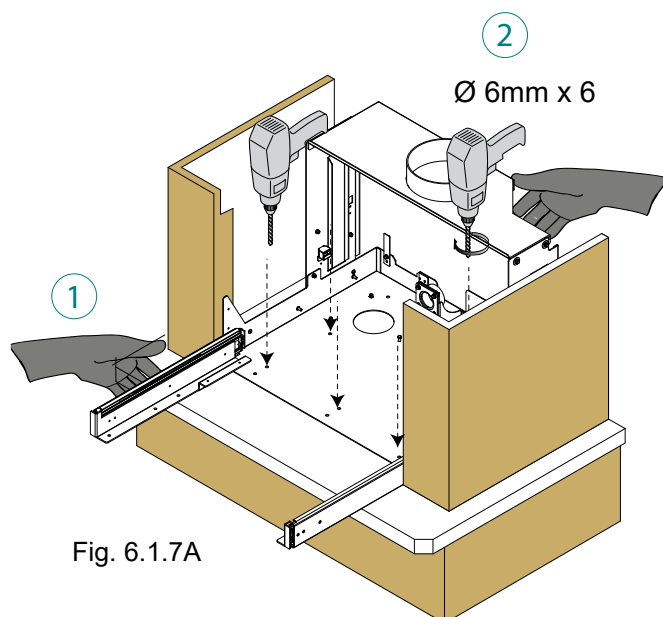

Fig. 6.1.7A
12. Apoyar la bancada en el plano de la chimenea (1), marcar y realizar 4 agujeros $\varnothing 6$ para la fijación (2) - usar como escantillón la bancada misma - luego perforar con punta dia. 6 mm (Fig. 6.1.7A)